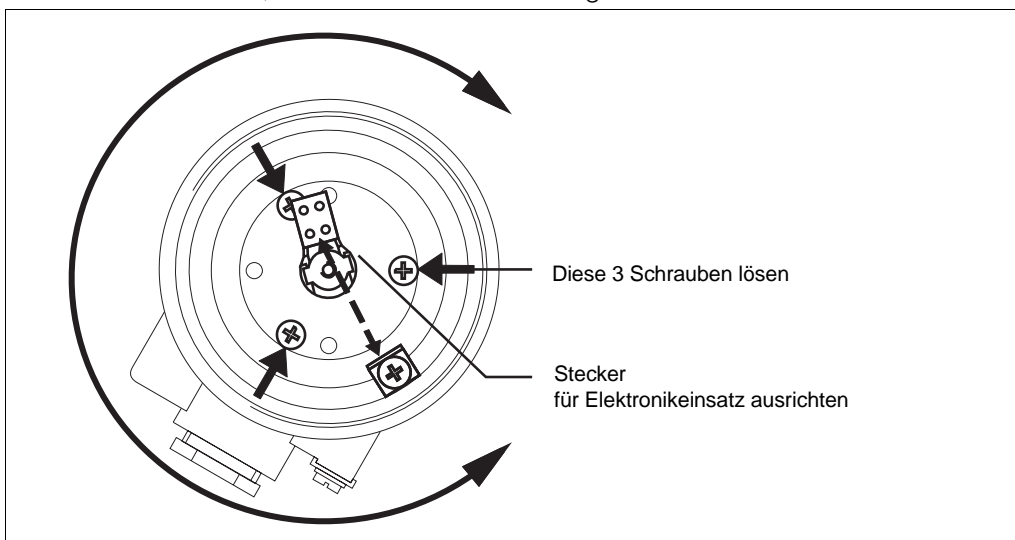

Abb. 15
- 3 Schrauben im Gehäuse etwas lösen, siehe Abb.15